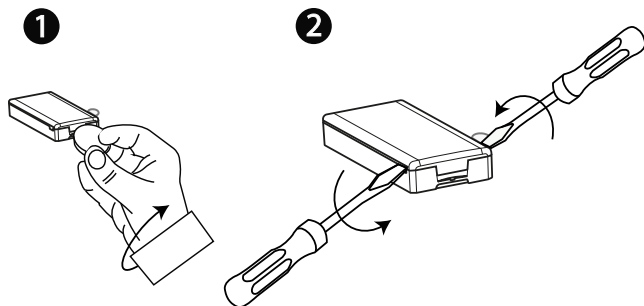

Abbildung 4: Entfernen der Geräteabdeckung
1. Entfernen Sie die Abdeckung. Siehe Abbildung 4.